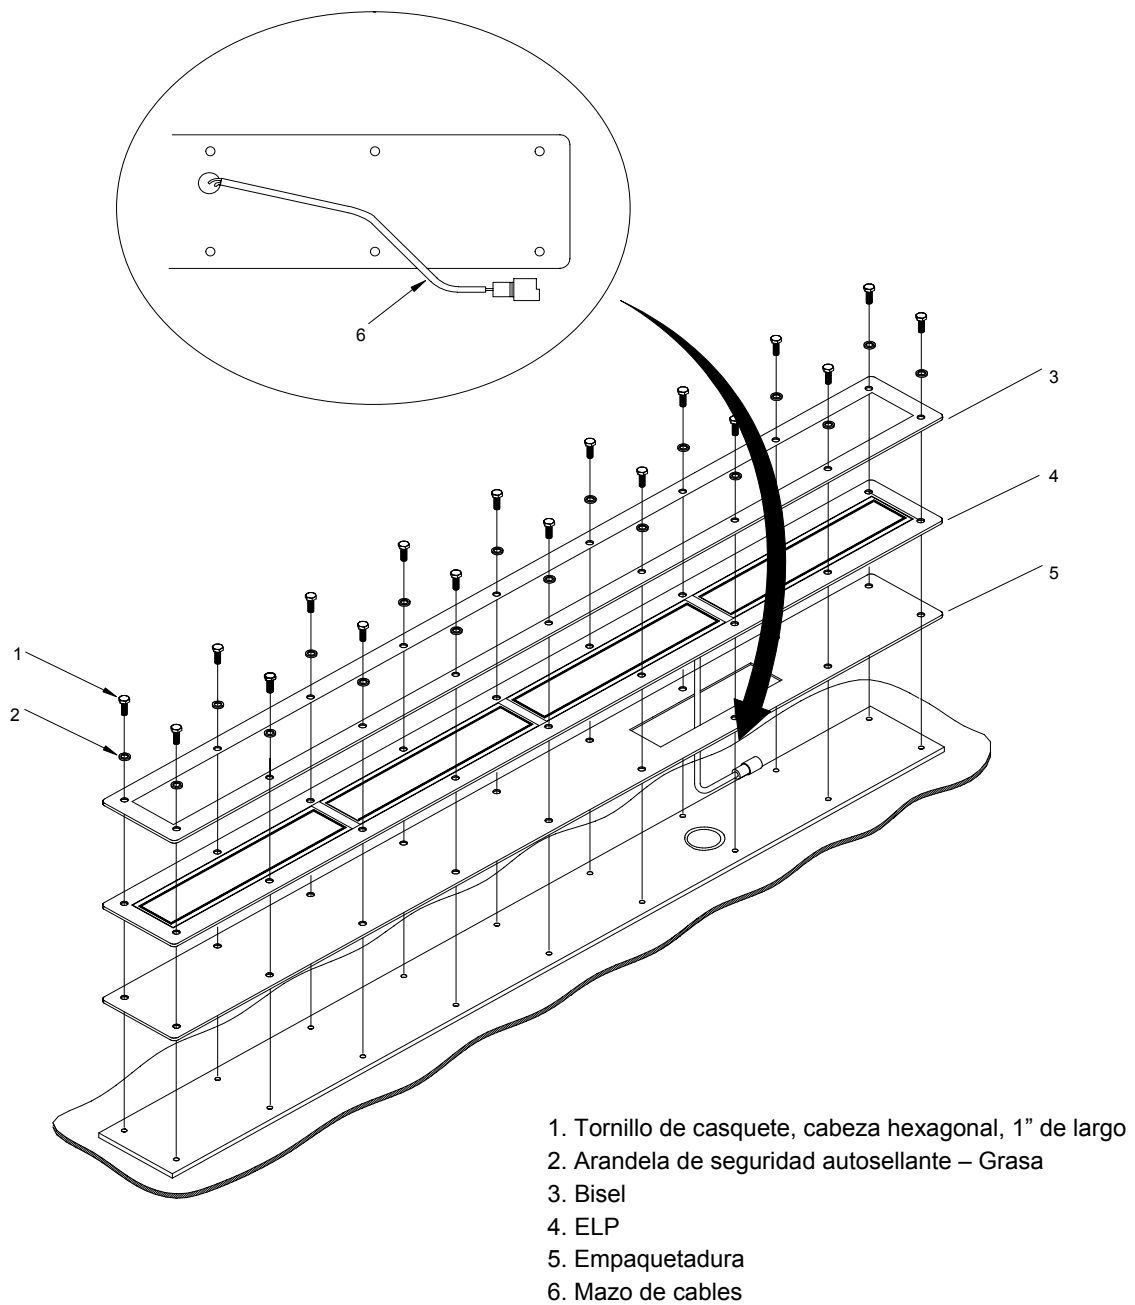

Figura 1-4. Conjunto ELP
1.7.1.2 Reemplace la Luz y la Empaquetadura (Vea la Figura 1-4)
- c. Todas las señales de entrada deben ser aplicadas a P6, vea la Figura 1-4. Asegúrese de usar un estándar de calibración estable de alta calidad como fuente de entrada para los valores de calibración.